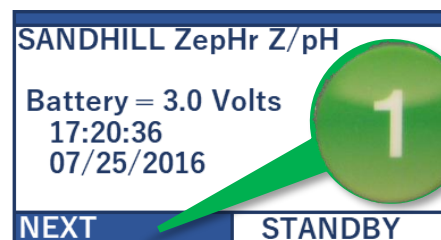

図 37 起動画面から次画面
② 起動画面で①キー（Enter キー）押し、“NEXT”を選択します（図 37）。
③ メモリカードが読み込まれるまで待ちます。